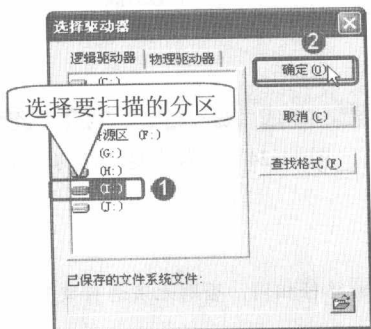

图 11-27 单击“确定”按钮
步骤② 在弹出的如图 11-27 所示的“选择驱动器”对话框中, 选择要扫描的分区, 然后单击“确定”按钮。